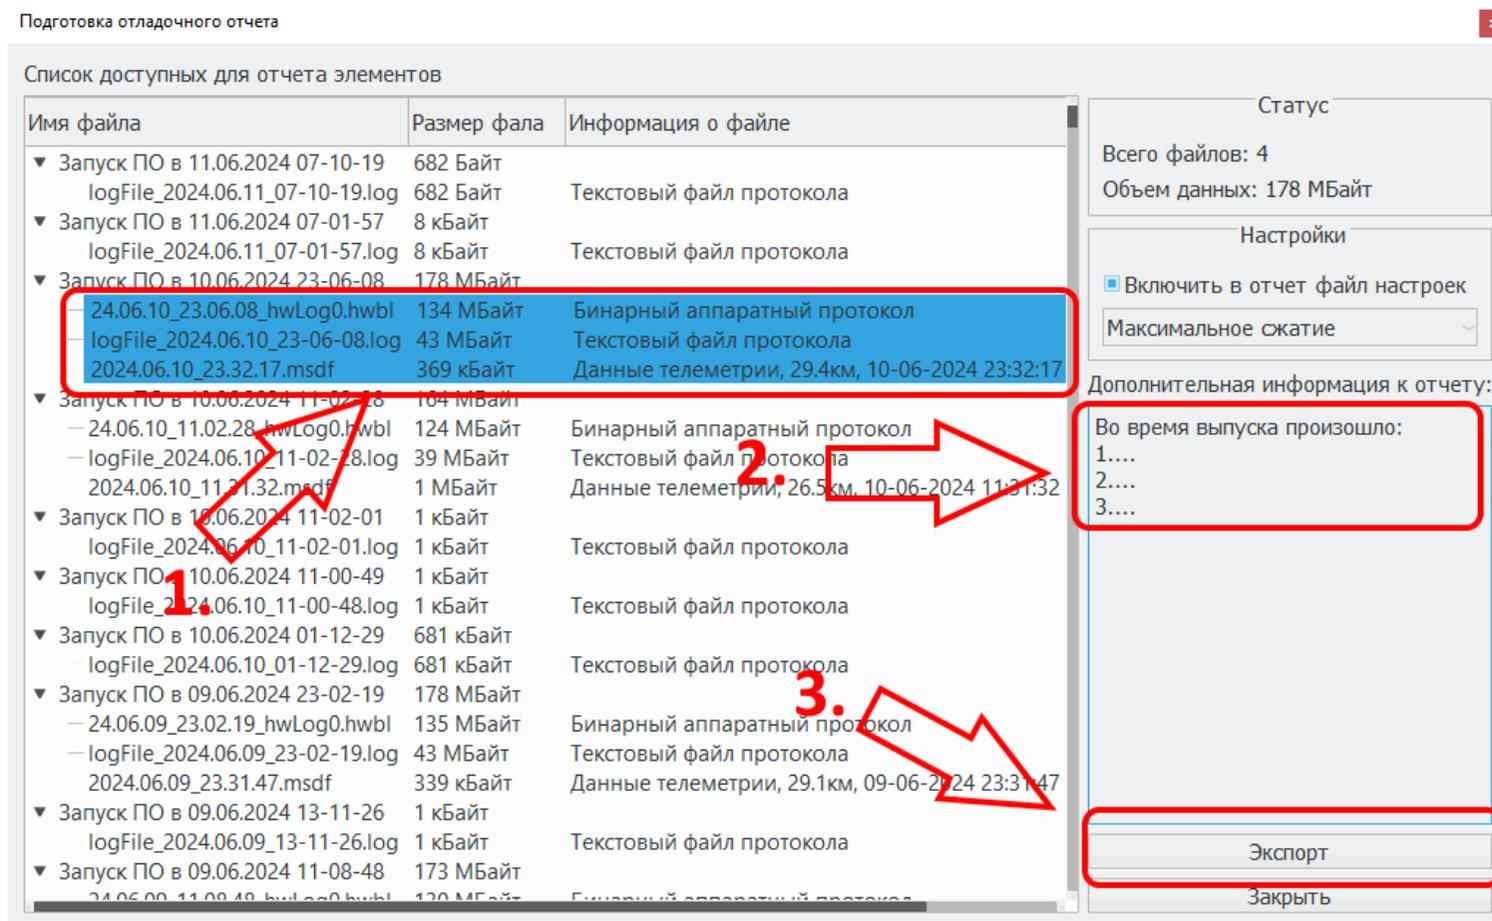

Рисунок 2. Выбор срока для формирования «Отладочного отчета»
4. В поле «Дополнительная информация к отчету опишите возникший «сбой» и нажмите кнопку «Экспорт» (см. рисунок 2).